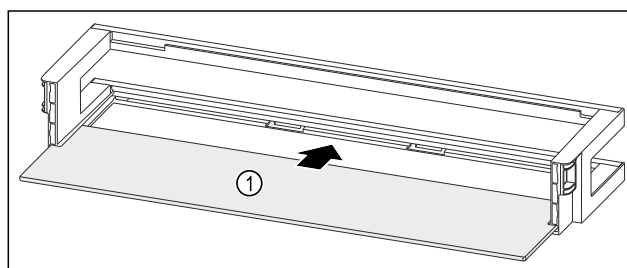

Fig. 143 Türabsteller mit Abstellfläche
- Abstellfläche Fig. 143 (1) in die seitlichen Aussparungen einschieben.